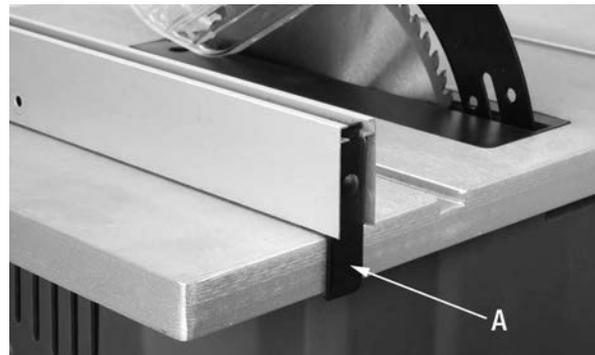
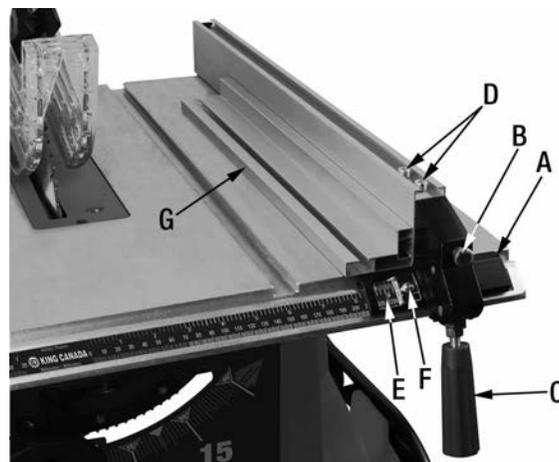

FIGURE 11
FIGURE 12
Positionnez le guide à refendre à partir de l'extérieur de la table vers l'intérieur de la table pour que l'attache arrière (A) Fig.11 cramponne le dessous de la table et que le corps du guide (A) Fig.12 cramponne la rainure avant de la table tel que montré. Si il est impossible d'effectuer cette étape, un ajustement est possible. Desserrez la vis d'ajustement (B) Fig.12 2 ou 3 tours dans le sens anti-horaire pour élargir l'espace entre l'attache et le corps, tentez l'installation de nouveau.
**Pour réduire le risque de retour de la pièce de travail**, le guide à refendre doit être parfaitement parallèle avec la lame. Déverrouillez le guide en soulevant la poignée du guide (C) Fig.12. Desserrez les deux boulons à tête cylindrique (D) sur le haut du guide. Alignez le guide à refendre à la lame et resserrez les deux boulons à tête cylindrique (D).
Un guide en aluminium (G) Fig.12 peut être installé de chaque côté du corps du guide à refendre en position verticale, tel que montré. Ce guide en aluminium est principalement utilisé pour refente en toute sécurité des pièces minces et étroites. Glissez deux longs boulons hexagonaux dans la fente de guide en aluminium, insérez les boulons hexagonaux dans les deux trous du corps du guide à refendre. Fixez le guide en aluminium à l'aide de rondelles et d'écrous à papillon en plastique (A) Fig.13 au corps du guide à refendre (B) Fig.13.